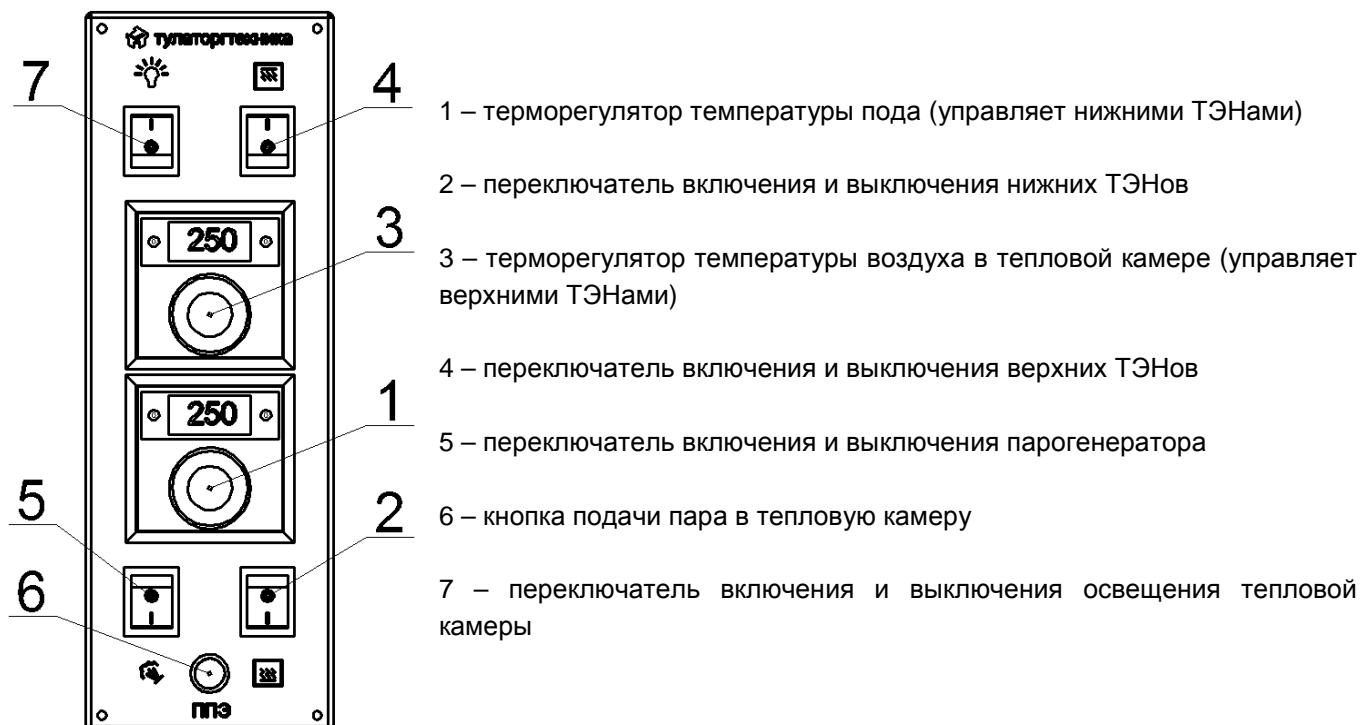

Рис.2
Для использования пара в процессе выпечки, необходимо включить парогенератор переключателем 5 (рис.2) – далее по тексту «переключатель 5». После включения парогенератора, кнопка подачи пара 6 (рис.2) – далее по тексту «кнопка 6», будет мигать 8 раз и, после паузы 10 секунд, продолжит мигать непрерывно, что указывает на работу парогенератора в режиме нагрева. Время нагрева парогенератора до рабочей температуры, после включения, составляет ≈ 25...30 минут, в это время подача пара в камеру невозможна.
Режимы работы кнопки подачи пара (рис.2, поз.6)
В любой момент времени, Вы можете отключать и включать нижние или верхние ТЭНЫ клавишами 2 и 4, рис.2.
Для образования, в конце процесса выпечки, «корочки» на поверхности заготовок, возможно использовать верхние ТЭНЫ в режиме «гриль» - для этого выключите нижние ТЭНЫ клавишой 2 (рис.2), установите на лимбе терморегулятора 3, рис.2 температуру 300...350⁰С, включите клавишу 4 (рис.2) и дайте верхним ТЭНАм поработать до образования на заготовках «корочки» необходимого цвета.
9.3 Установите на лимбах терморегуляторов (поз.1 и 3, рис.2) температуру, предусмотренную технологией приготовления продукта.
9.4 Включите клавишами (поз.2 и 4, рис.2) необходимые Вам ТЭНЫ, а клавишей (поз.5, рис.2) включите парогенератор.
9.7 На нужном Вам этапе подайте пар в тепловую камеру печи, нажав на кнопку (поз.6, рис.2).
9.9 После окончания работы выключите клавишами (поз.2, 4 и 5, рис.2) нижние и верхние ТЭНЫ и парогенератор, отключите автоматические выключатели и перекройте перекрывающий вентиль или шаровой кран на линии подключения парогенератора к системе водоснабжения.
10.4.1 Термодатчик терморегулятора (рис.2, поз.1) нижних ТЭНов установлен непосредственно в подовый камень, со стороны дверки. Доступ к термодатчику через окно, закрытое крышкой, в нижней панели под дверкой. Что бы снять термодатчик, необходимо отвернуть гайку М6 (ключ на 10), снять фиксатор термодатчика и вынуть термодатчик из отверстия в поде.
10.4.5 Термодатчик терморегулятора (рис.2, поз.3) верхних ТЭНов установлен в верхней части тепловой камеры, справа. Что бы снять термодатчик, необходимо отогнуть фиксатор провода термодатчика и аккуратно удалить его из камеры через отверстие в верхней части правой боковой стенки камеры. Для доступа к фиксатору провода верхнего датчика необходимо снять правую панель (поз.6, рис.1 или рис.1.1), вывернув 4 винта.